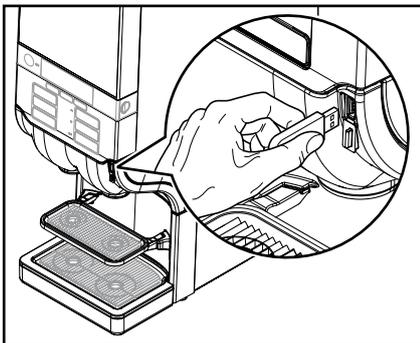

Fig. 34
- Introduisez la clé USB fournie dans le port USB du distributeur (fig. 34).